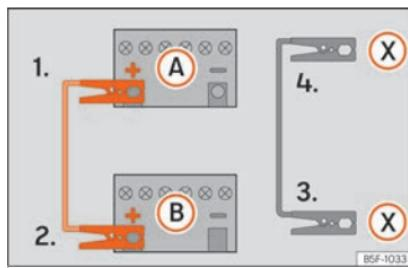

Fig. 43 Esquema de conexión para vehículos con sistema Start Stop.
- 4b. *En los vehículos con sistema Start-Stop:* emborne un extremo del cable negro de emergencia **X** a un terminal de masa adecuado, a una pieza de metal maciza que vaya atornillada al bloque motor o al mismo bloque motor »» **fig. 43.**